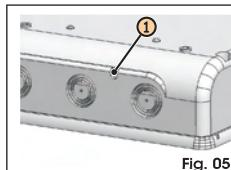

Fig. 05
*Si l'on utilise le kit batteries, libérer OBLIGATOIREMENT le trou pré-cassé dans la partie inférieure du boîtier (Fig. 05 réf. ①), conformément aux normes en vigueur sur la sécurité.*